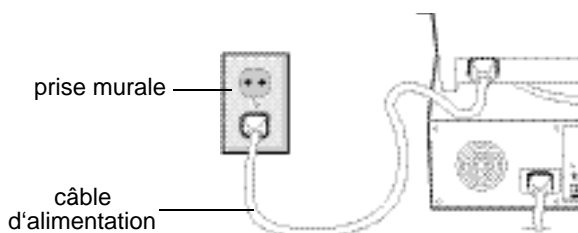

Figure C.1
- 4 Connectez le câble d'alimentation secteur à la prise murale et au moniteur (Figure C.1).